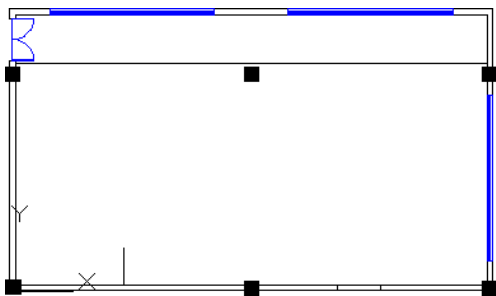

图 17.12.32 绘制直线 1
(2) 切换图层。在“图层”工具栏中，选择“室内台阶”图层。
(3) 选择下拉菜单 **绘图(D)** → **直线(L)** 命令，输入坐标值 (4000,200) 后按 Enter 键，输入坐标值 (@1300<90) 后按两次 Enter 键，完成后如图 17.12.32 所示。